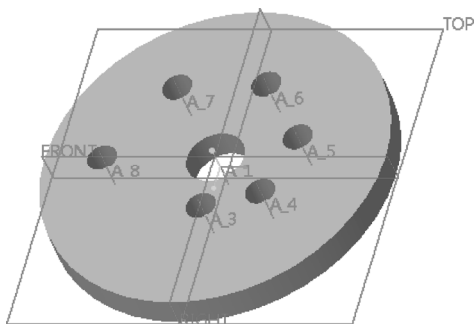

图 5-72 完成螺旋形的轴阵列
7) 在“阵列”选项卡中单击 (完成) 按钮。完成的螺旋形的轴阵列如图 5-72 所示。